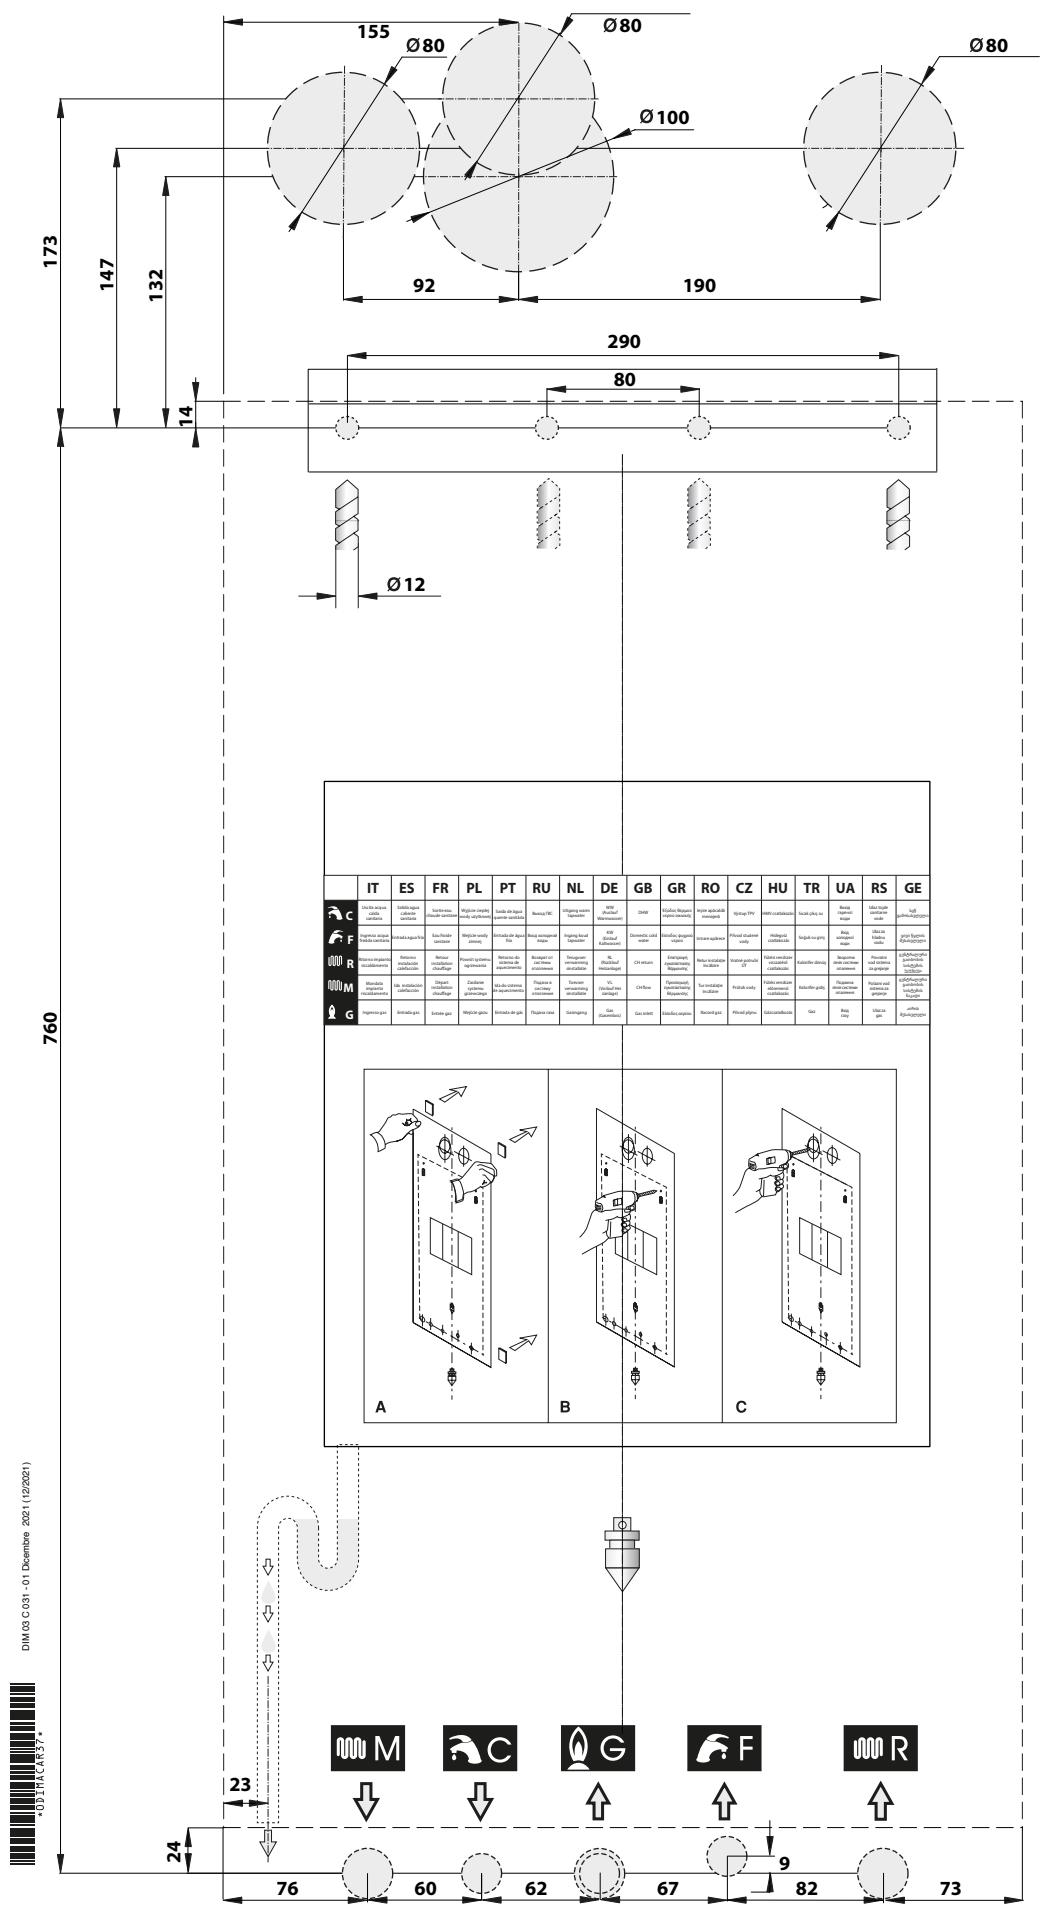

Fig. 9 Şablon de hârtie
- » Șablon de montare a centralei pe perete (vezi Fig. 9 Șablon de hârtie);
Fiecare echipament este însoțit de un șablon de hârtie inclus în ambalaj (vezi Fig. 9 Șablon de hârtie).